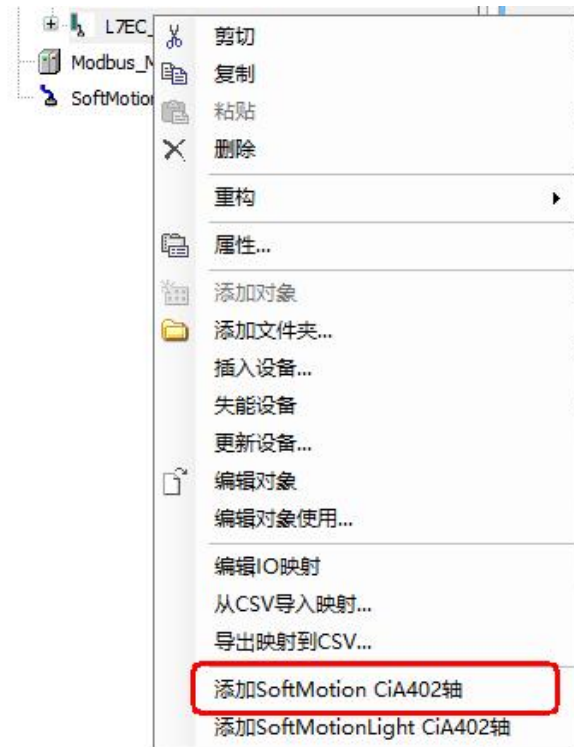

图 14.34 添加 SoftMotion CiA402 轴
- 2) 用鼠标右键点击 EtherCAT 从站，选择“添加 SoftMotion CiA402 轴”，如图 14.34 所示。